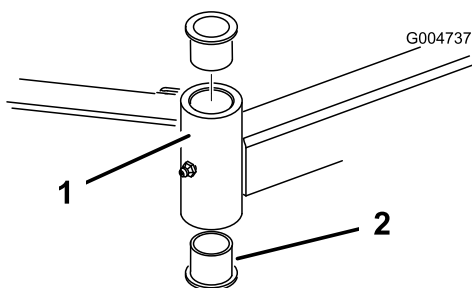

Figura 19
4. Inserite un punteruolo nella parte superiore o inferiore del tubo di fissaggio, e spingete la boccola fuori del tubo (Figura 19). Estraete dal tubo anche l'altra boccola. Pulite l'interno dei tubi di fissaggio.